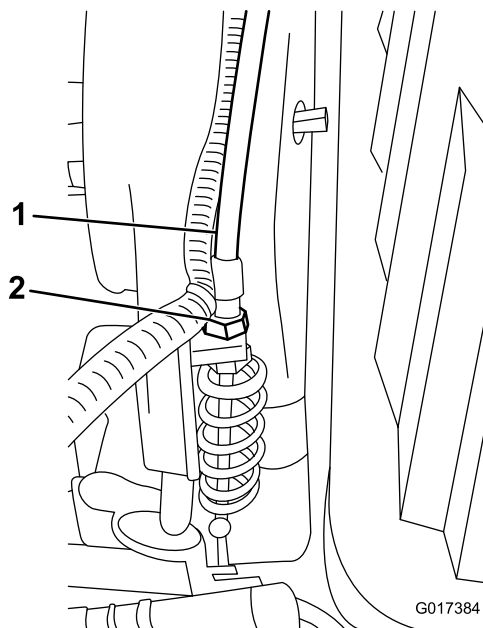

Figura 45
3. Sulla paratia di trasmissione, regolate il cavo di comando del cilindro (Figura 45) in modo da raggiungere la lunghezza della molla di 70,6-72,4 mm.